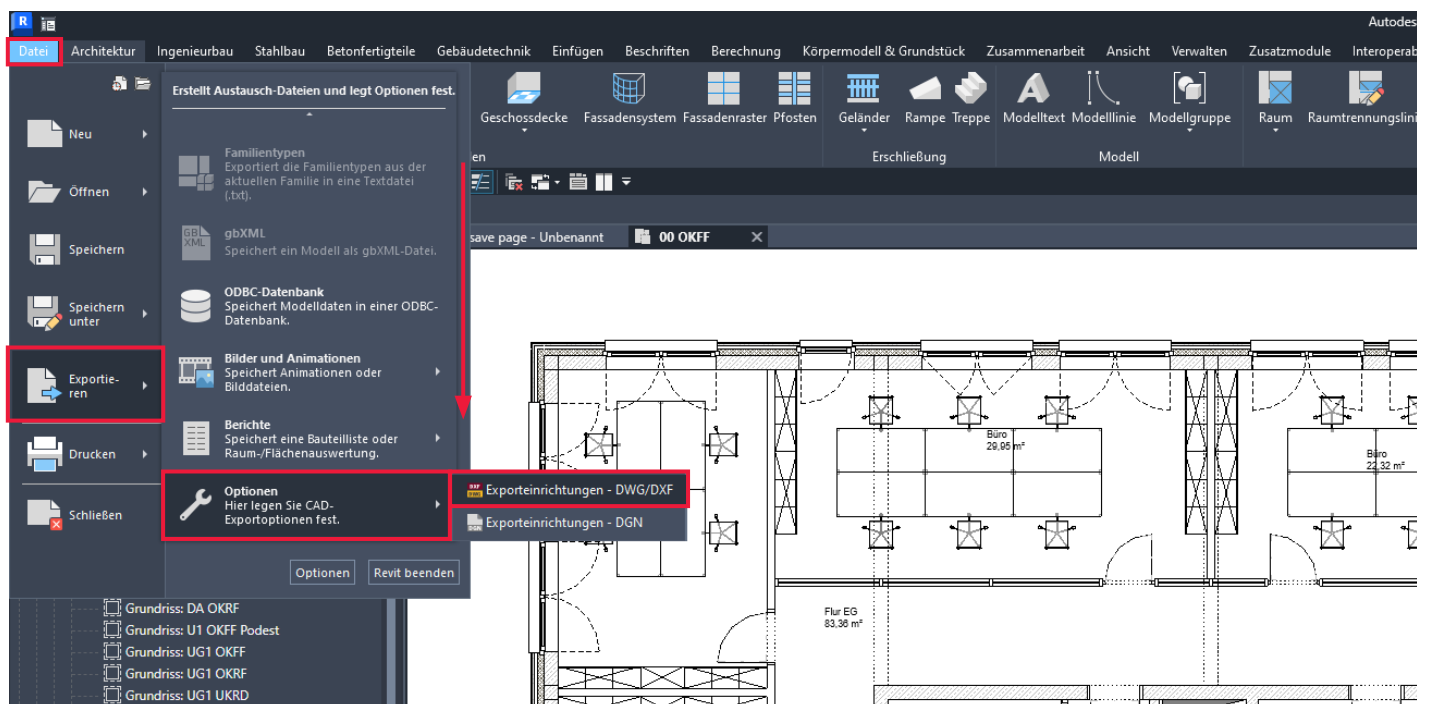

Abb.1: Exporteinrichtung öffnen
- Navigieren Sie zu **Datei > Exportieren > Optionen > Exporteinrichtungen - DWG/DXF** (Abb.1)